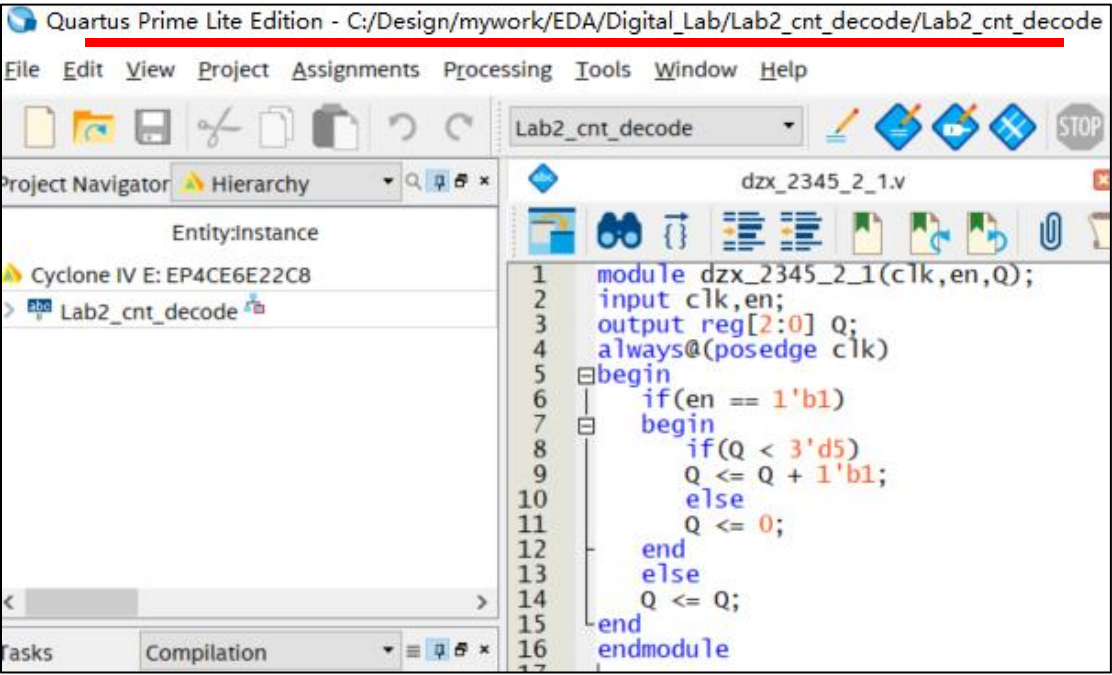

图 3 代码截图示例
- (1) 代码截图必须包含 Quartus 的标题栏（图 3 红线处）；
- (2) 图上文字大小合适，信号名清晰完整可见；
- (3) 波形清晰可读（总线设置为便于观察的进制）；
- (4) 波形顺序应当是上面为输入信号，下面为输出信号；
- (5) 截图显示 1~2 个周期；
- (6) 截图不应有大面积空白区域。